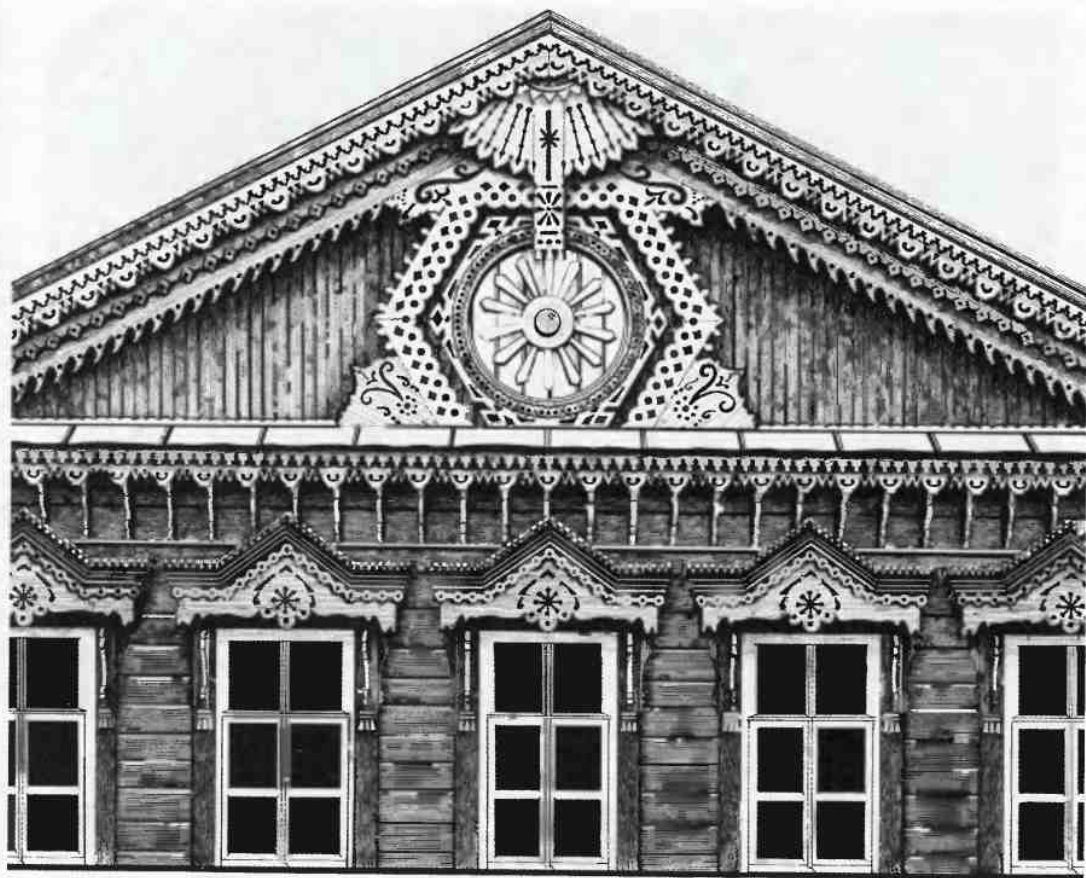

Рис. 184. Дом семьи Ульяновых (часть фасада).
**Выбор цвета окраски.** В общем декоре резного дома (рис. 184) трудно дать рекомендации, в какой цвет красить те или иные детали. Это дело вкуса его хозяев. Мы дадим некоторые советы, может быть, кому-то известные, но которые могут быть полезны. Кроме масляной краски, можно